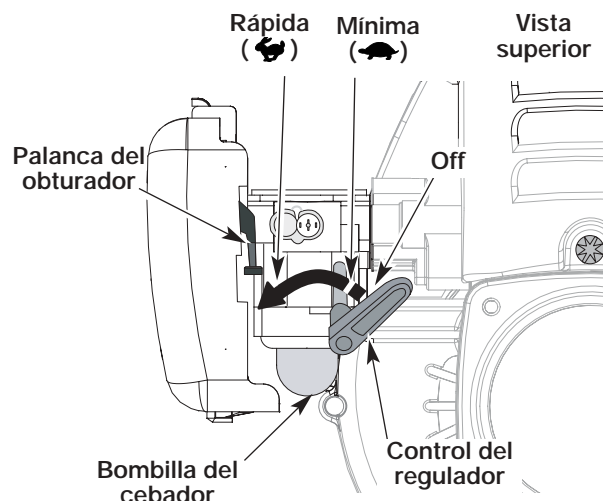

Fig. 2
4. Ponga la unidad en la posición de arranque (Fig. 4). Coloque el control del regulador en la posición de **RÁPIDA** (↗) (Fig. 2).
1. Para apagar el soplador, mueva la palanca de control del regulador todo hacia la derecha, más allá de la posición de baja en vacío (↖) hasta que sienta un clic. Cerciérese de mover la palanca hasta el retén de la extrema derecha para apagar la unidad (Fig. 2).